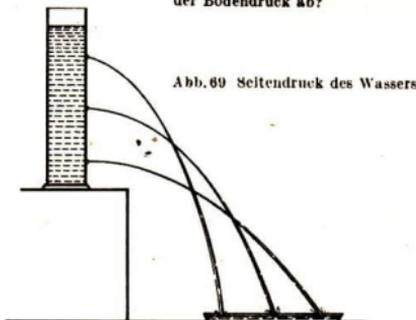
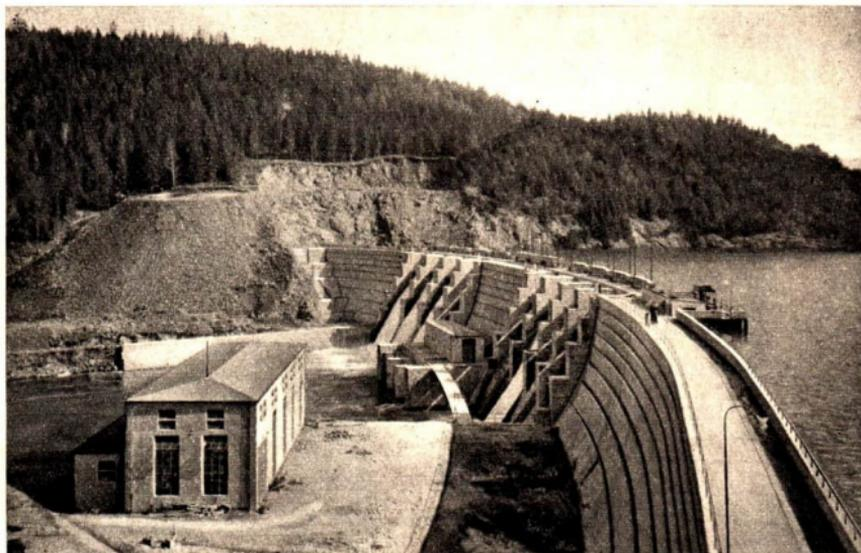

Abb. 69 Seitendruck des Wassers
Abb. 70 Zschopautalsperre bei Kriebstein in Sachsen, erbaut 1927—1930
**Der Seitendruck.** Wird ein mit Wasser gefüllter Waschzuber seitlich undicht, so spritzt das Wasser an der Seite heraus. Das Wasser übt einen *Seitendruck* aus; der in Abb. 69 dargestellte Versuch zeigt uns, daß der Seitendruck wie der Bodendruck mit der Höhe der Wassersäule über der Druckstelle zunimmt. Aus diesem Grund wird auch die Sperrmauer einer Talsperre so gebaut, daß sie nach unten hin stärker wird (Abb. 70). Ebenso wird sie im Bogen von einer Talwand zur anderen geführt, damit sie dem Wasserdruck besser gewachsen ist. Aus welchem Grunde errichtet man Talsperren?